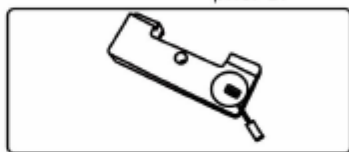

рис. 18
1.3.2 Предварительно установите дугу с опорами на крышу вашего автомобиля в соответствии с информацией на подушках (рис. 18). Определите место установки опор ^{*1} относительно центра крыши автомобиля (см. информацию в таблице сборки) (рис. 19).